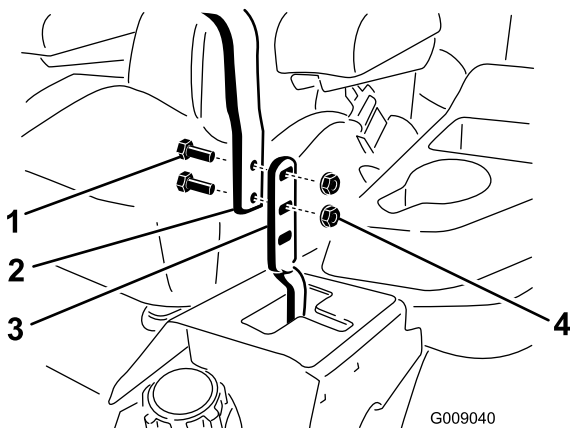

Figura 60
3. Allentate i bulloni e i dadi flangiati che fissano le stegole alle leve (Figura 60).